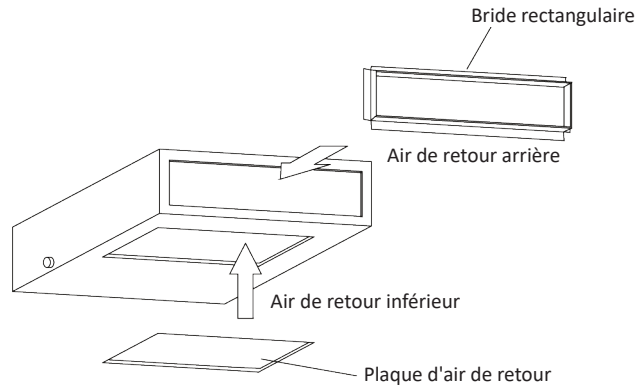

Fig. 4.23
- 1 Par défaut, le cache rectangulaire est situé à l'arrière avant le départ usine. Le cache de retour d'air est situé en bas, voir Fig. 4.23.